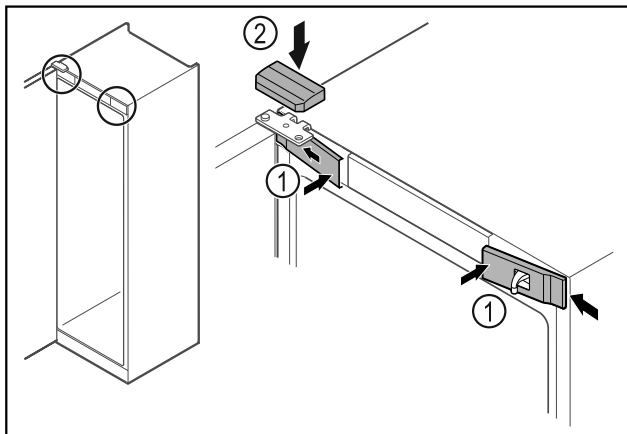

Fig. 42
- Agganciare le coperture anteriori Fig. 42 (1) di lato e innestarle.
- Innestare la copertura superiore Fig. 42 (2) dall'alto.